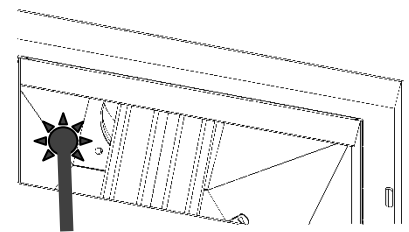

Bild 7
- 6.4.5 Reinigen Sie dann den Kamineinsatz um den festen Deflektor herum, den Hals des Kamineinsatzes und den Anschluss bis zum Schornstein /Bild 7/